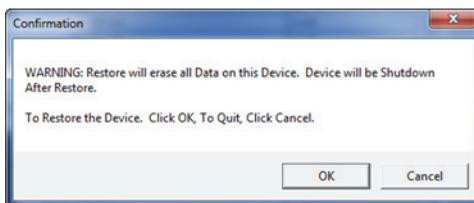

Рис. 6-35 Окно **Confirmation** для подтверждения восстановления данных
5. В появившемся окне подтверждения **Confirmation** (см. Рис. 6-35 на стр. 352) нажмите **ОК** для начала восстановления данных.